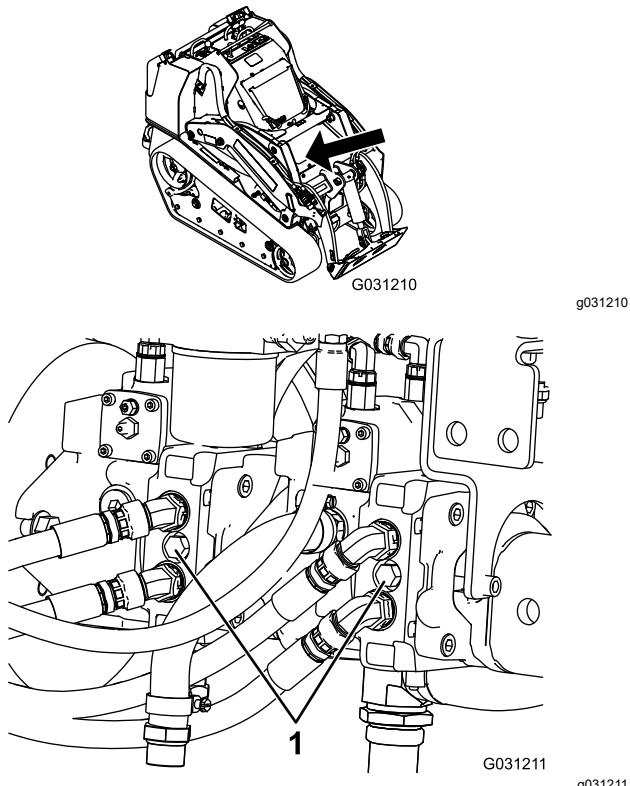

Figure 26
4. A l'aide d'une clé, donnez deux tours dans le sens antihoraire aux vannes de remorquage situées sur les pompes hydrauliques (Figure 26).